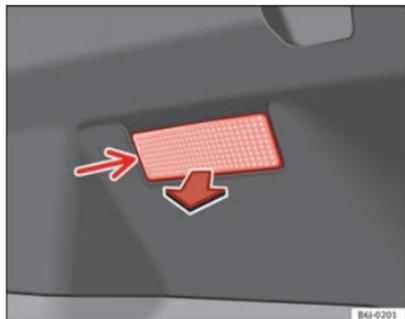

Fig. 166 Luz do porta-bagagens
- Extraia a tulipa pressionando o rebordo da parte interior da mesma - seta - com a ajuda da ponta de uma chave de fendas ⇒ Fig. 166.